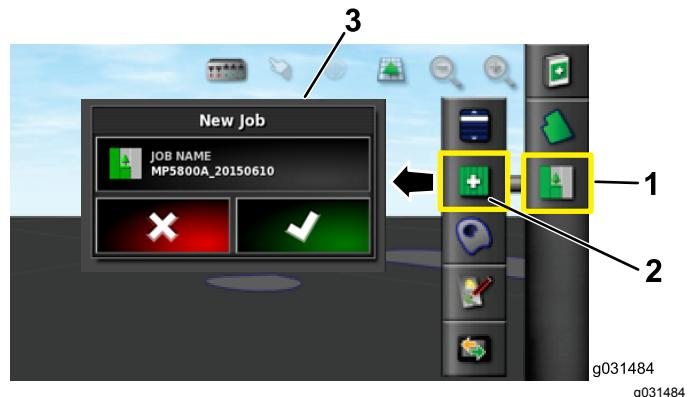

Figura 11
- Selecione o ícone do menu de trabalhos na parte superior direita do ecrã (Figura 11).
- Introduza um novo nome para o trabalho ou deixe a hora padrão (Figura 11).